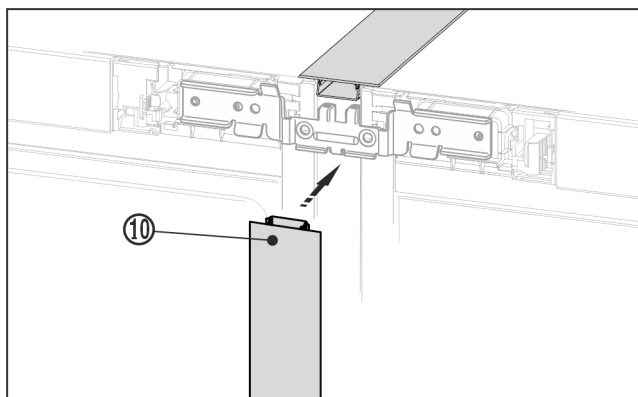

Fig. 22
- Priekinėje pusėje įsprauskite ilgą dengiamąją plokštelę Fig. 22 (10) į vertikalųjį plyšį. Žiūrėkite, kad plokštelė remtųsi į jungiamąjį skydelį.